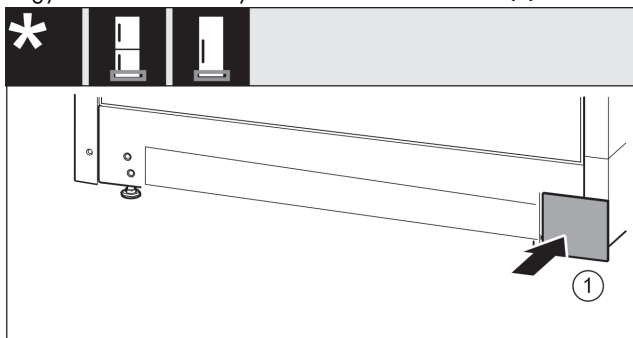

Fig. 37
- ▶ Tegye vissza a borítást a másik oldalra. Fig. 37 (1)